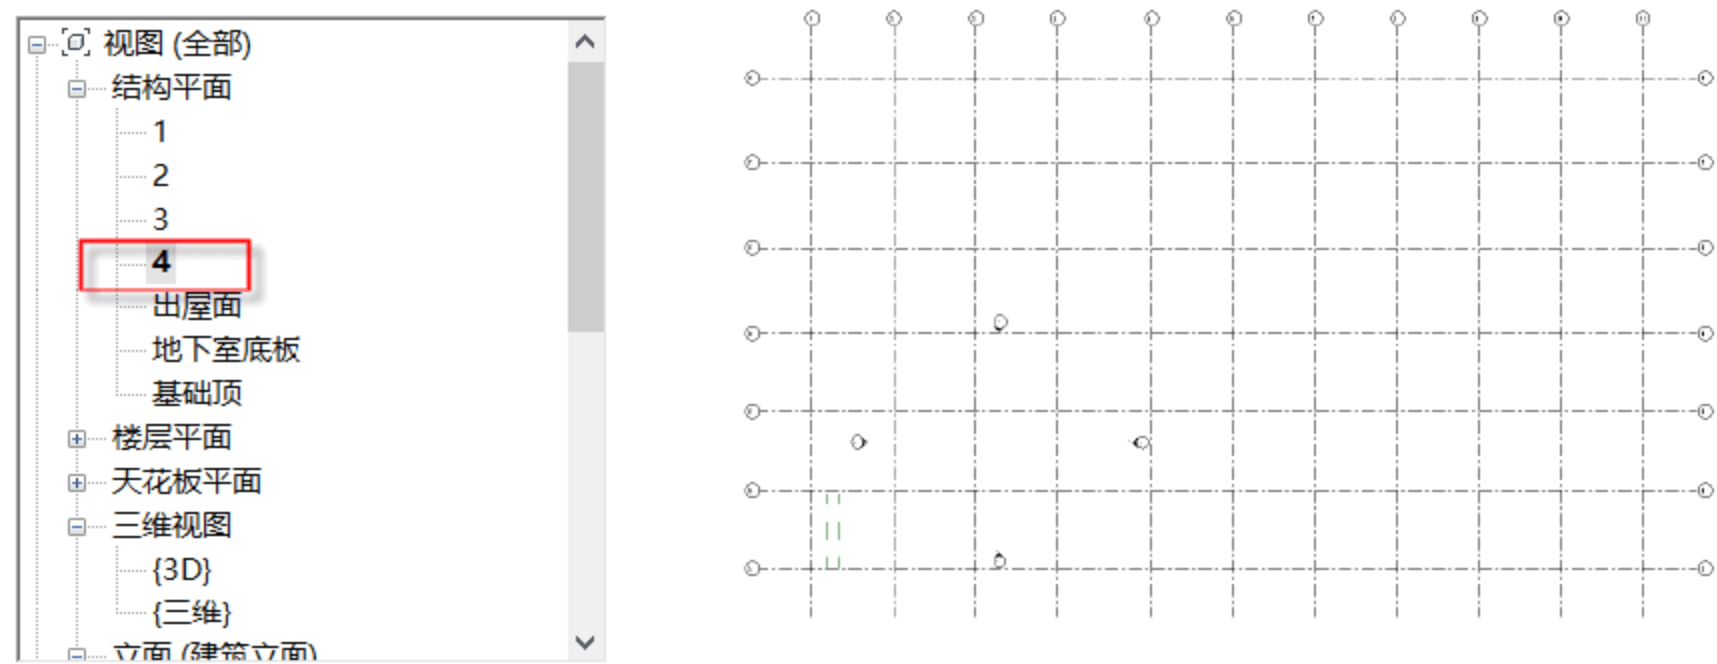

图 5.1.1 结构：4 层
(1) 查看结构：4 层平面视图。选择“项目浏览器”中的“结构平面：4”选项，可以观察到结构：4 层的完整轴网，如图 5.1.1 所示。